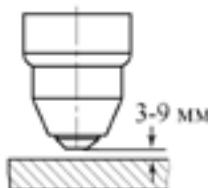

Рис. 7.6. Выбор расстояния от сопла плазмотрона до разрезаемого изделия.
- Расстояние до разрезаемого изделия (см. рис. 7.6).